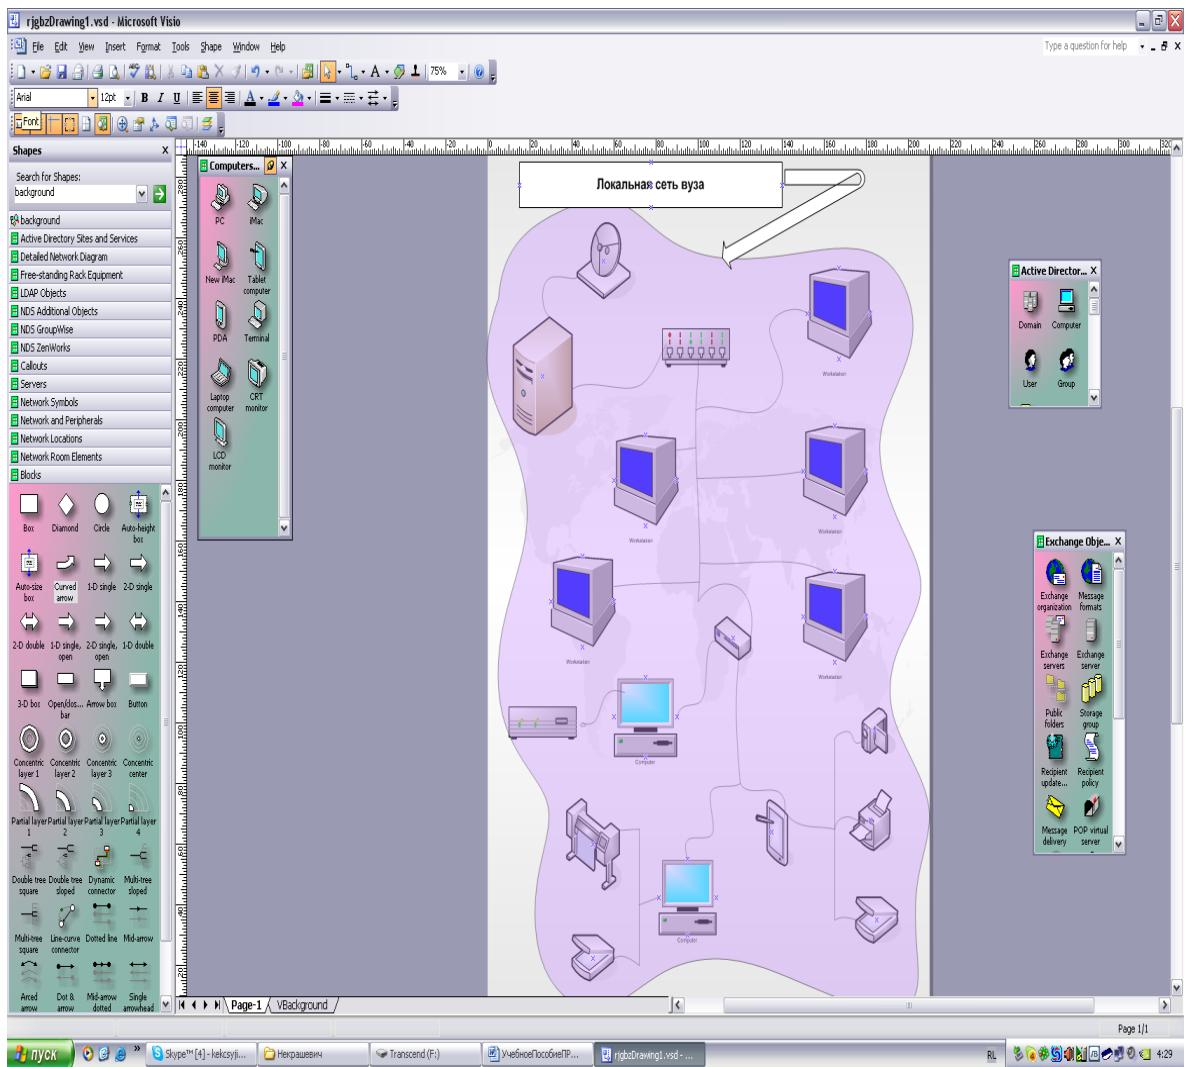

Рис.53. Образец рисунка в MS Visio.
Фигуры – это основа диаграмм. Первое, что обычно делают при создании рисунка, – размещают на листе фигуры. Уже потом их соединяют линиями, добавляют текст и прочие элементы оформления. Добавляют фигуры перетаскиванием в рабочую область рисунка. В рабочую область можно перетянуть сколько угодно фигур – их образец все равно останется на панели групп. Можно также в рабочей области разместить несколько панелей групп фигур, как это показано на рис. 53. Панели групп фигур (шнейпов) открываются через команды: **File – Shapes** (Файл – Фигуры) или на стандартной панели инструментов
4. Создать рисунок по образцу, приведенному ниже (рис. 53).
6. Измените размеры фигур с помощью манипуляторов, измените форму двумерной фигуры (рис. 53, 55), используя желтые маркеры. Шейп **1-D single** из документа удалить.
13. Щелкните на кнопке **Text Tool**  на стандартной панели инструментов (для отключения и включения инструментов из этой группы используйте кнопку ). Перетягните указатель мыши, расширяя тем самым текстовый блок до необходимых размеров. Введите текст “Локальная сеть вуза” (рис. 53). Отформатируйте текст, используя панель инструментов форматирования: